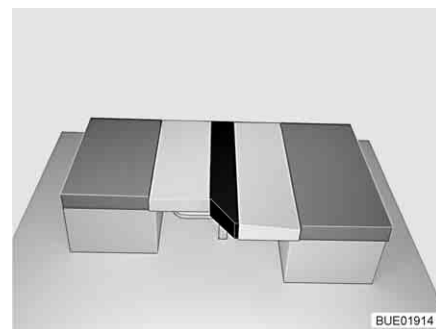

Bild 99 Nach dem Umbau
- Das Zusatzpolster wie dargestellt zwischen das Rückenpolster und das Sitzpolster legen (siehe Bild 99).